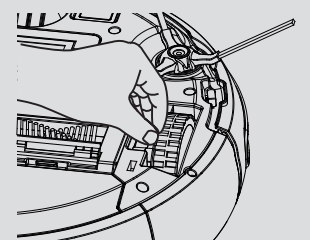

Fig. 16
2. Rimuovere sporco o capelli intrappolati nelle ruote. **[Fig. 16]**